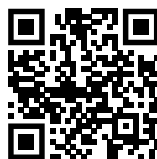

Fig. 139
- Abrir el Liebherr SmartMonitoring Dashboard. (consulte Fig. 139).